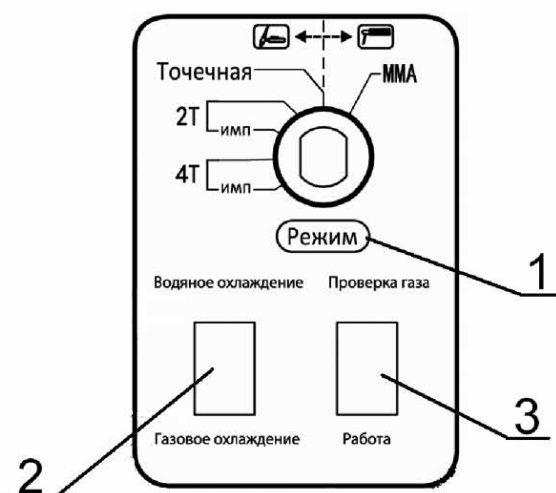

Рисунок 5.3
3. Переключатель режимов сварки (рис. 5.3)